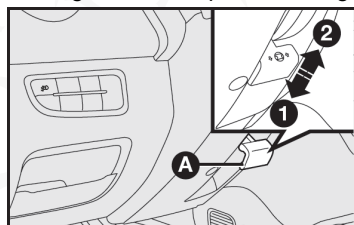

fig. 9
### VOLANTE - fig. 9
1) Desplace la palanca A-fig. 9 hasta la posición 2-fig. 9.
- 3) Vuelva a poner la palanca en la posición 1-fig. 9 para bloquear nuevamente el volante.